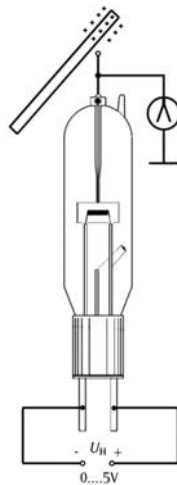

Fig. 1a Montaje de circuito para la comprobación de efecto Edison con la ayuda de un electroscopio
- Realice el circuito de acuerdo con la Fig. 1a/b.